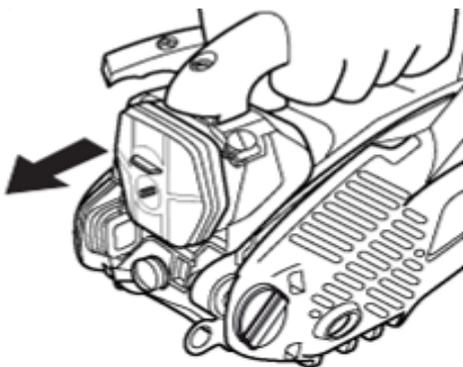

Fig.50
- Soulever le filtre (Fig.50).